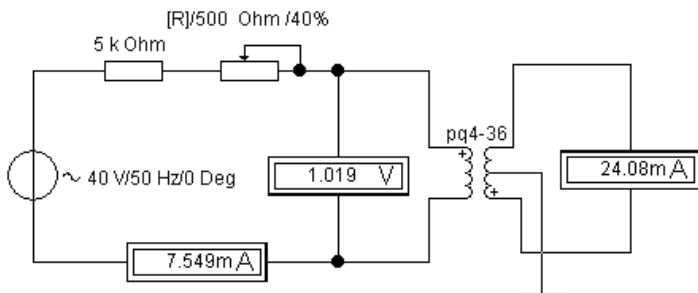

Рис. 25. Опыт короткого замыкания
3. Провести опыт короткого замыкания. Изменяя значения переменного резистора, измерить напряжение короткого замыкания (рис. 25).